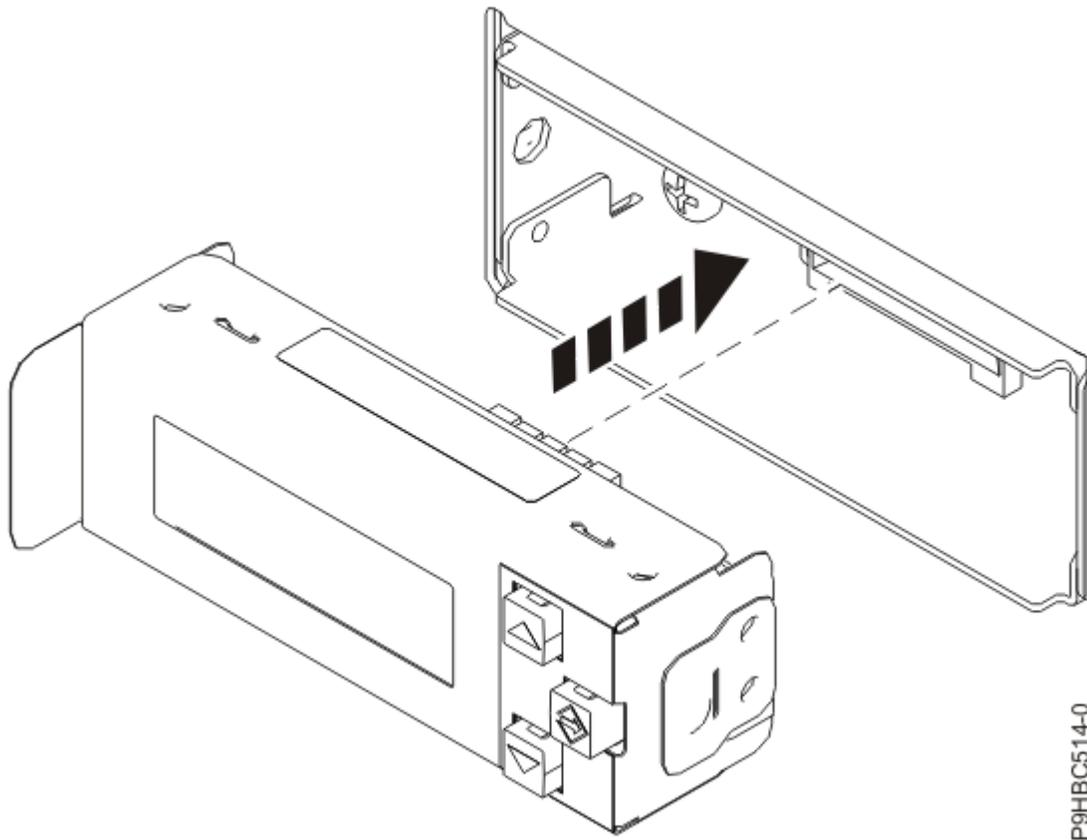

Abbildung 45. Steuerkonsolenanzeige einsetzen
3. Setzen Sie die Steuerkonsolenanzeige ein, indem Sie sie in das Gehäuse drücken (siehe Abbildung 45 auf Seite 47). Sie muss einrasten.